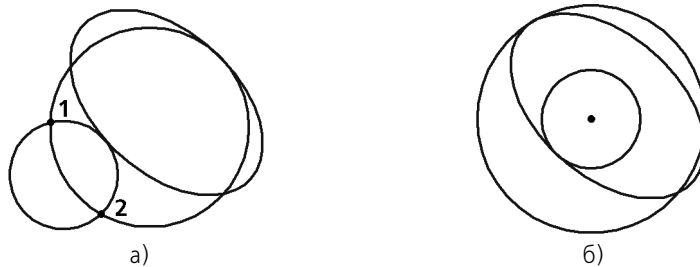

Рис. 26.4. Окружности, касательные к эллипсу:
- Если известно положение точек **t1** и **t2**, принадлежащих создаваемой окружности, задайте их (рис. 26.4, а).
- Если известна точка центра окружности, задайте ее (рис. 26.4, б).